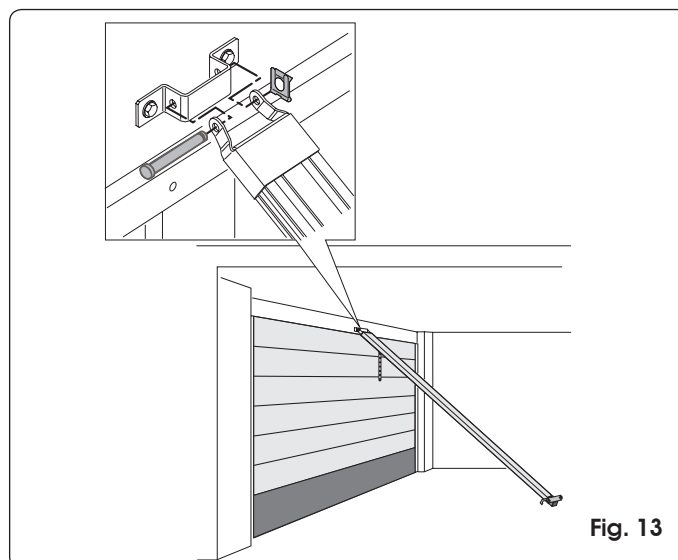

Fig. 13
- 7) Sollevare la guida dall'attacco anteriore ed assemblare quest'ultimo con la staffa di fissaggio utilizzando l'apposito perno ed il fermaglio (Fig. 13).